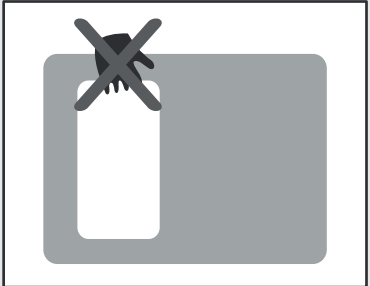

Figura 4 - Detalhe de como não carregar as esquadrias
- n) Nunca utilize os vãos da embalagem como "alça", (Conforme Figura 4).